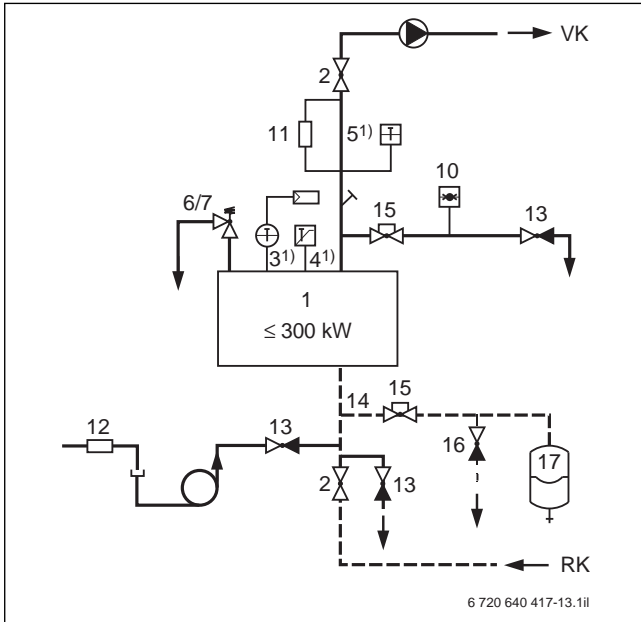
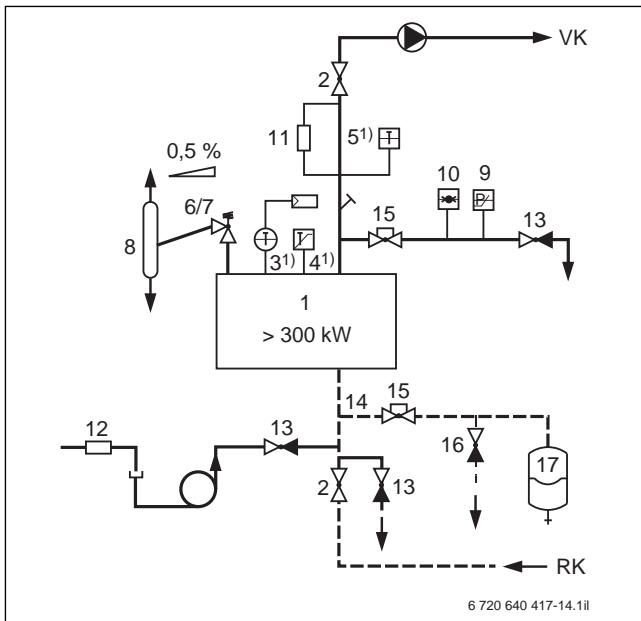

Рис. 24 Приборы безопасности по EN 12828 для котлов ≤ 300 кВт с предохранительным ограничителем температуры (STB) ≤ 110 °С
Рис. 25 Приборы безопасности по EN 12828 для котлов > 300 кВт с предохранительным ограничителем температуры (STB) ≤ 110 °С
Кроме того, нужно учитывать другие требования правил техники безопасности при эксплуатации отопительной системы. При проектировании можно пользоваться схематическими изображениями, приведенными на рис. 24 - 26.
**Пояснения к рис. 24 и рис. 25:**
- [3] Регулятор температуры (TR)
- [8] Декомпрессионная ёмкость (ET); не требуется в системах > 300 кВт, если вместо неё на каждый котёл дополнительно устанавливается предохранительный ограничитель температуры (STB) с температурой отключения ≤ 110 °С и ограничитель максимального давления.